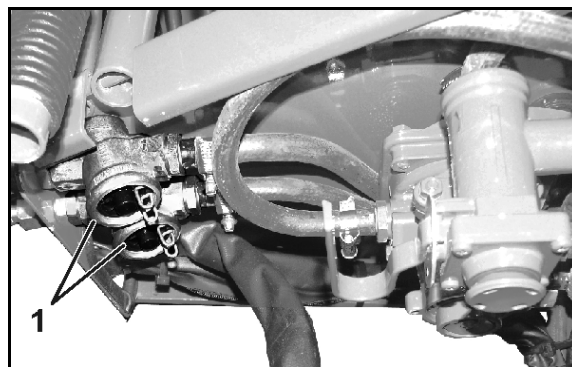

Fig. 143
1. Tryk lukkeanordningen på begge lasker sammen (Fig. 143/1).